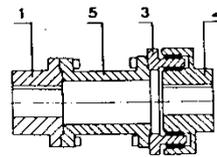

Fig. 6
Ejecuciones DS con separador (fig.6): se deben soltar los tornillos que unen las piezas (5), (3) y (1). Empujando más la corona (3) hacia el plato hembra (2), el separador (5) se libera y puede ser retirado, con lo que permite retirar la corona (3).